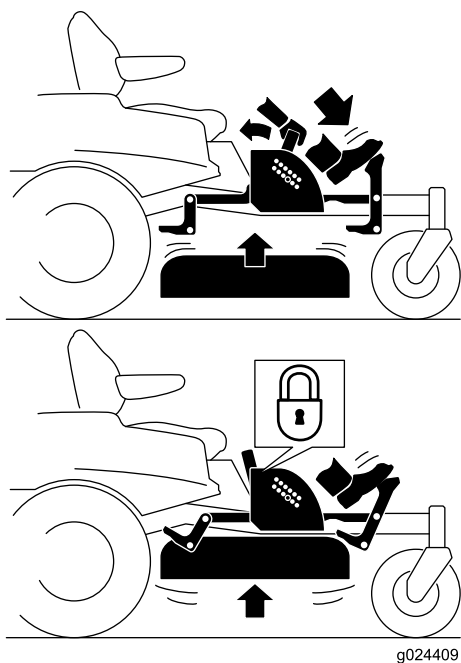

Figura 25
- Pressione o pedal de elevação da plataforma; continue a pressionar o pedal até que a plataforma esteja bloqueada na posição de transporte (Figura 25).
- Carregue no pedal de elevação da plataforma com o pé e puxe a pega de bloqueio de transporte para trás para desengatar o bloqueio de transporte (Figura 25).
4. Carregue no pedal de elevação da plataforma com o pé e puxe a pega para trás para desengatar o bloqueio de transporte (Figura 25).